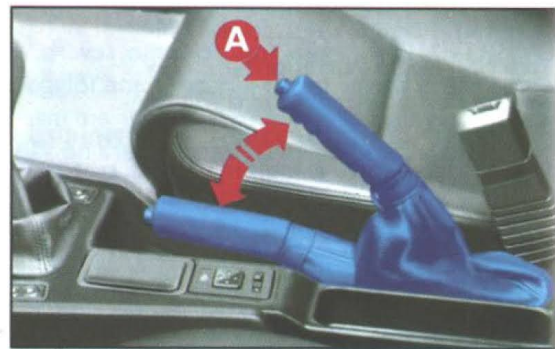

fig. 2
- 1) levantar ligeiramente a alavanca e pressionar o botão de destravamento **A**-fig. 2;